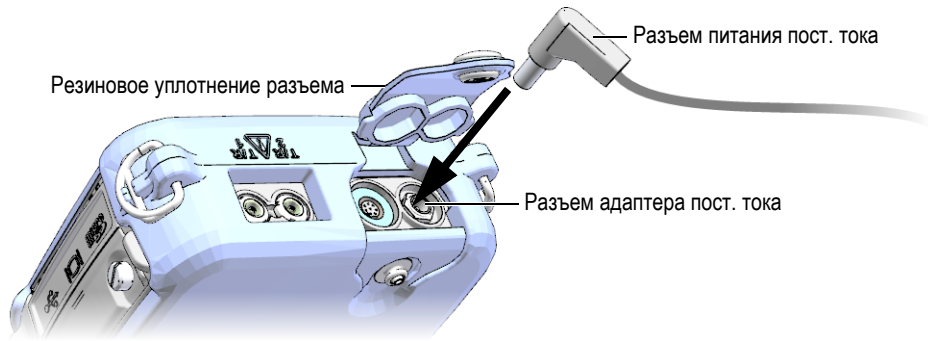

Рис. 2-3 Подключение к разъему электропитания
2. Снимите резиновое уплотнение с разъема адаптера, расположенного в верхней части прибора 38DL PLUS (см. Рис. 2-3 на стр. 41).
3. Подсоедините кабель питания постоянного тока от зарядного устройства/адаптера к разъему питания (см. Рис. 2-3 на стр. 41).